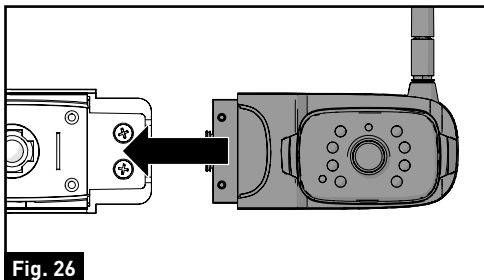
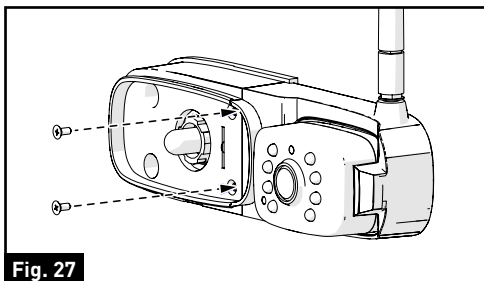

Fig. 26
Fig. 27
6. Inserte la cámara delantera o trasera en la base del semáforo y asegúrela con los dos tornillos autorroscantes de cabeza plana que se proporcionan. (Fig. 26 y Fig. 27)